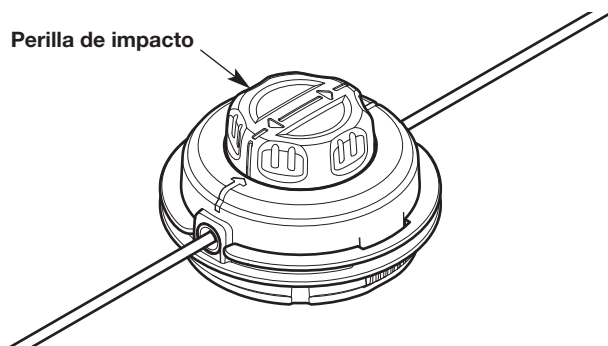

Fig. 22
5. Gire la perilla de impacto para enrollar el hilo hasta que sobresalga aproximadamente 5 pulgadas (12.5 cm) de cada lado del cabezal de corte (Fig. 22).